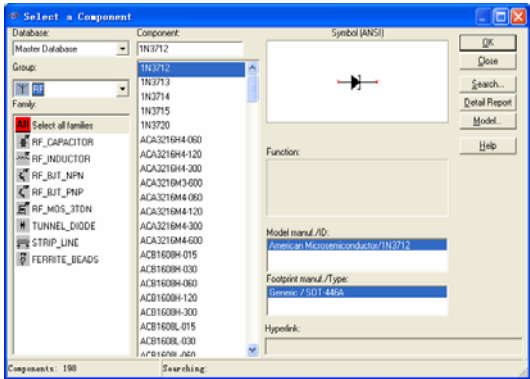

图 3-45 射频元器件库
14) 射频元器件 (RF Components) 库：如图 3-45 所示，提供了一些适合高频电路的元器件，这是目前众多电路仿真软件所不具备的。当信号处于高频工作状态时，电路元器件的模型要产生质的改变。